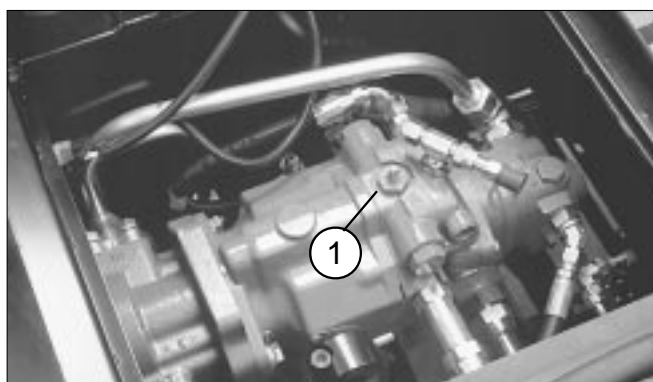

図 18
3. バイパス バルブ(図 18)を 90 ° 回すと、トラクションポンプ内のバイパス回路が開き、油圧機器を損傷することなく移動できるようになります。